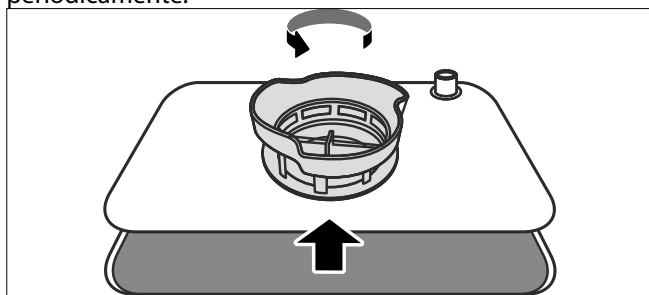

Fig. 19 – Allentamento del filtro fine
- Per rimuovere il sistema di filtri, ruotare il microfiltro in senso antiorario (vedere Fig. 19).